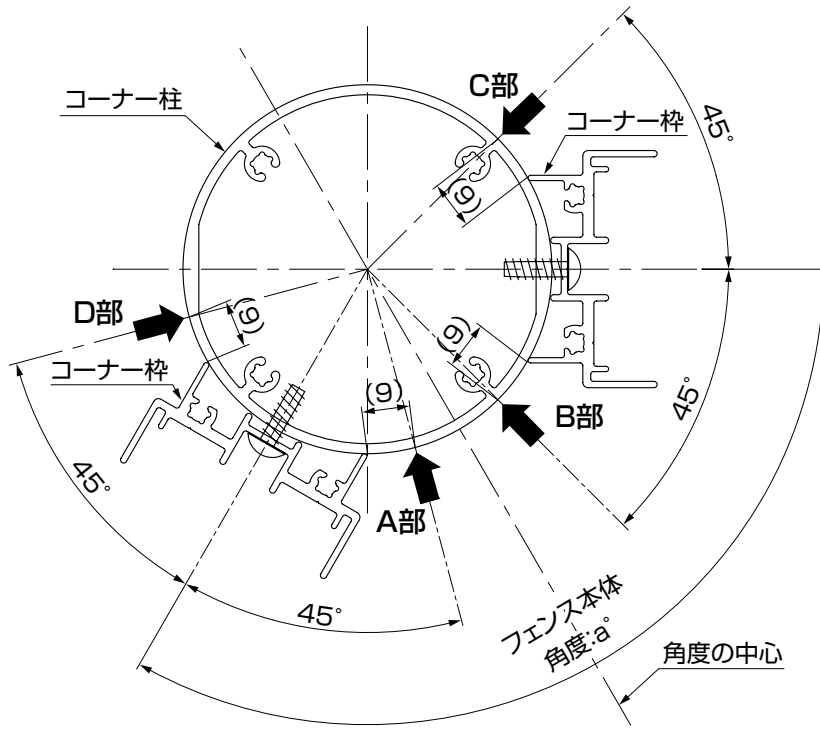

図6-12
- ①出隅コーナーの場合はコーナー柱のA部・B部に、入隅コーナーの場合はコーナー柱のC部・D部に $\phi 3.5$ の穴をドリルであけてください。(図6-12、図6-13参照)